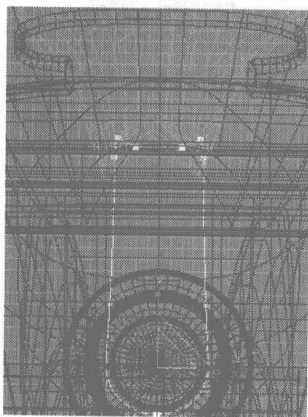
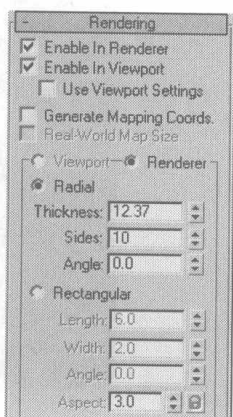
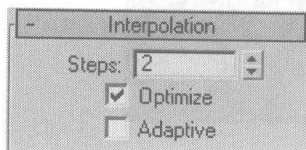
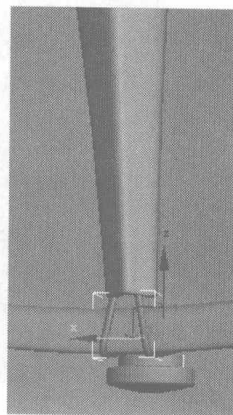

图 5.443
图 5.444
图 5.445
图 5.446
- 17 调整曲线模型上的点到如图 5.443 所示的位置。在 **Rendering** 卷展栏中设置如图 5.444 所示参数，在 **Interpolation** 卷展栏中设置如图 5.445 所示参数，模型显示如图 5.446 所示。至此，拉弦板制作完成。